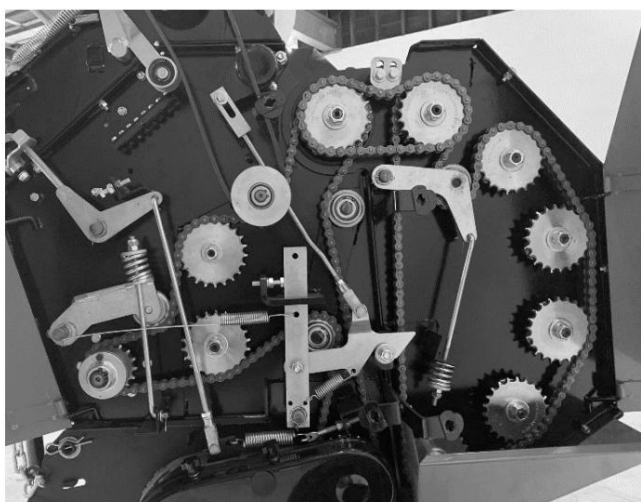

Figura 7 Partea stângă a preseii
Rolele preseii sunt răsucite de o serie de lanțuri de transmisie (Figura 7, A). Arcurile de tensionare (B) asigură o tensiune adecvată fiecărui lanț. Consultați Secțiunea 5.3.1 pentru specificațiile privind tensiunea lanțului.